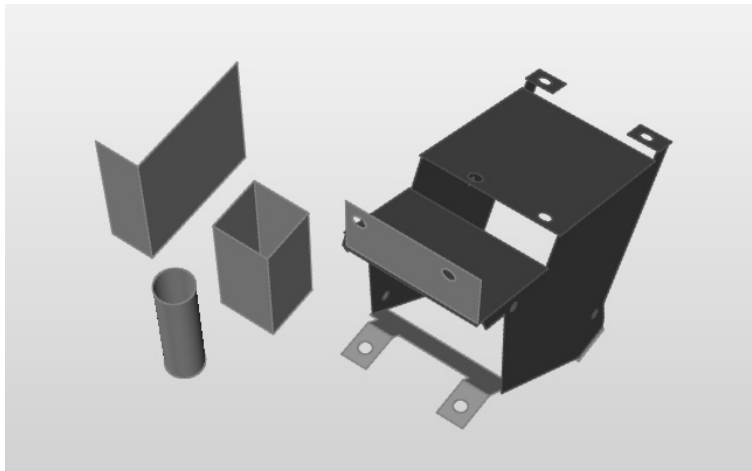

图 14-12
7) 右击退出该工具。注意：虽然已组装支架装配中的零件正确应用了中面，但这些零件不一定对齐，如图 14-12 所示。